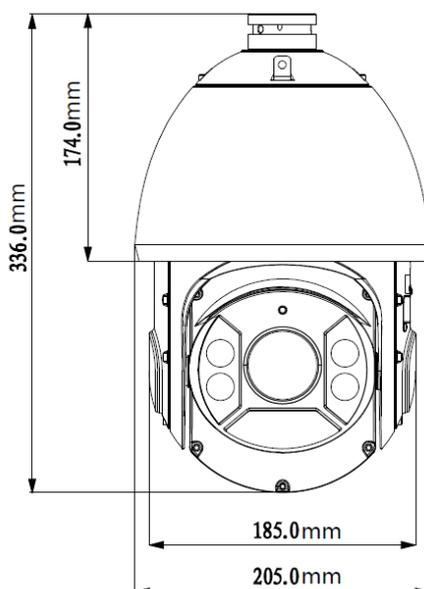

Рисунок 1.1 – Габаритные размеры видеокамеры
1.2.2 Выберите место крепления видеокамеры с учетом габаритных размеров изделия (Рисунок 1.1) и удобства работы с монтажным инструментом.